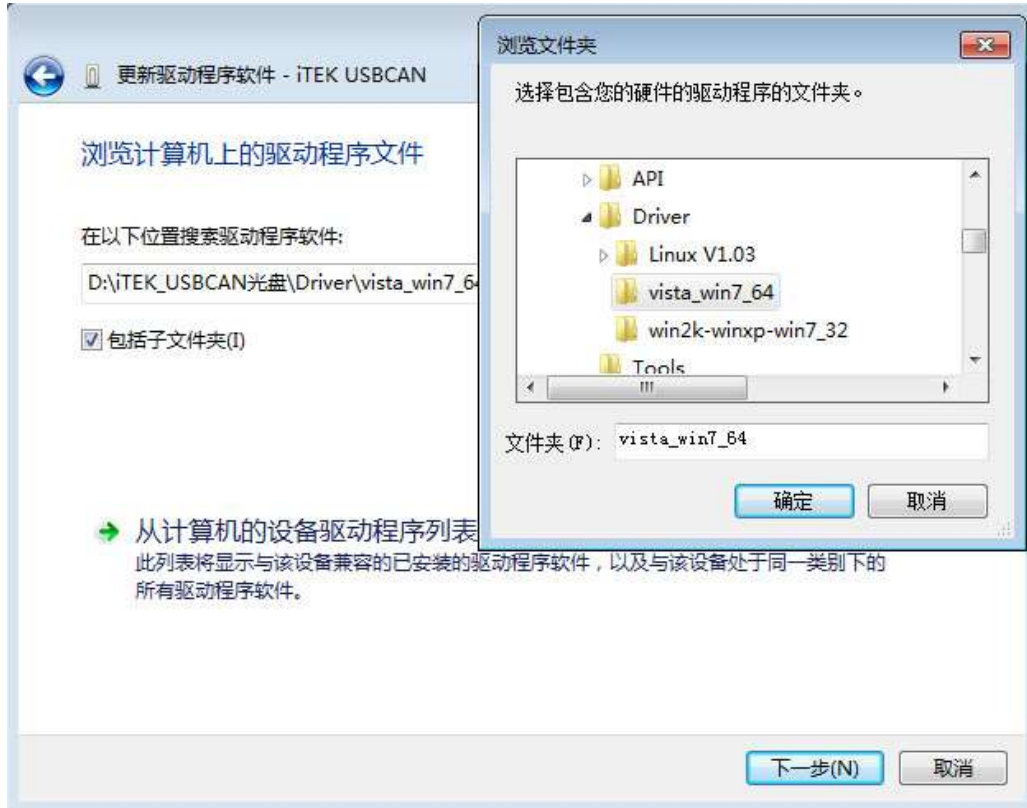
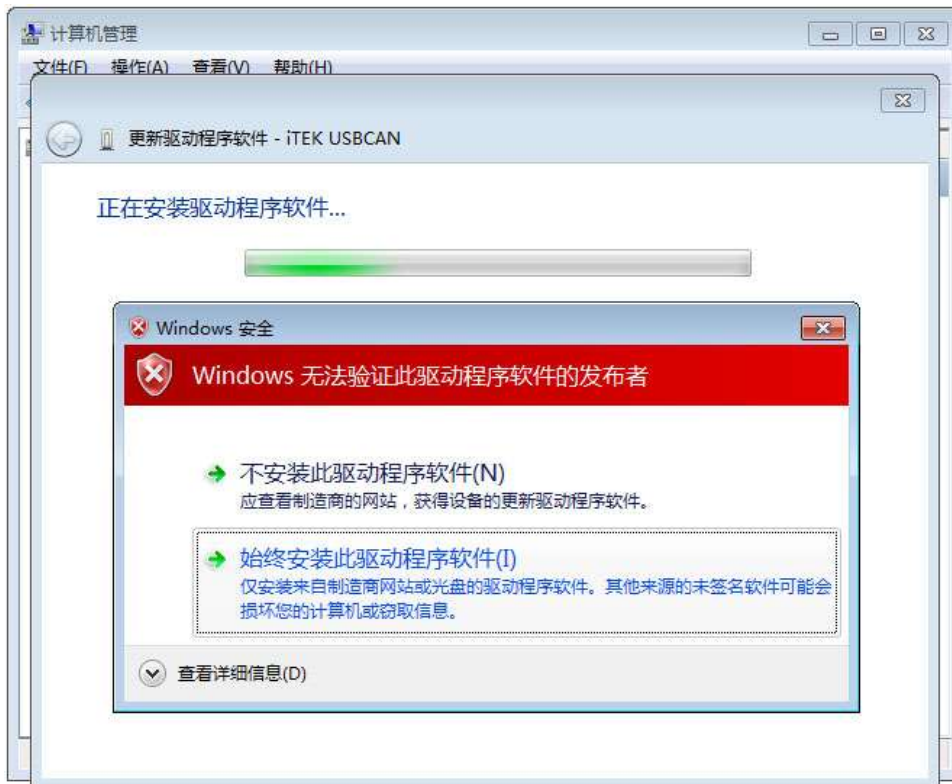

图 3-4 驱动文件路径选择窗口
图 3-5 数字证书安全提示
3) 在图 3-1 窗口选择<浏览计算机已查找驱动程序软件 >，将弹出图 3-4，并将驱动程序路径指向驱动文件所在的文件夹；
4) 在图 3-4 窗口点击<确定>按钮，系统会弹出数字证书安全提示如图 3-5，选择<始终安装此驱动程序软件>，会弹出驱动正在安装界面，如图 3-6 所示。安装完毕后系统会提示驱动安装成功，如图 3-5 所示；